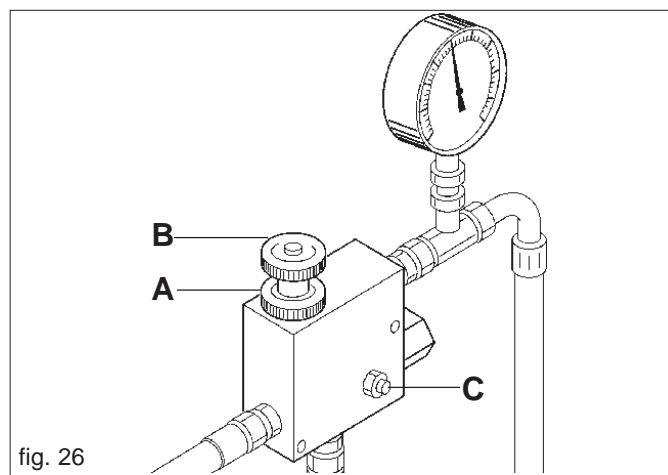

fig. 26
Se es necesario aumentar incrementar el número de revoluciones de la toma para la distribución de semillas mayor, moviendo con prudencia y atención como sigue (Fig. 26):
- afloje la rosca de bloqueo (A Fig. 26);
- girar en sentido horario o antihorario el pomo (B) para disminuir o aumentar la presión y variando el número de revoluciones de la toma.
Está prohibido variar la posición del tornillo sin cabeza (C Fig. 26), puede causar daños al sistema hidráulico con ruptura del motor y de la bomba.